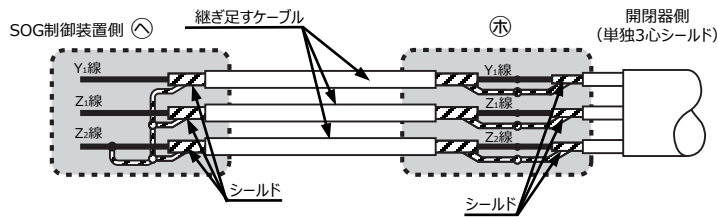

図9 ケーブルの継ぎ足し
②圧縮端子が接続できるスタッド方式で、孔数および寸法は図9のとおりです。六角ボルト・ナット・バネ座金・座金および端子カバーを付属しています。
③なお、圧縮端子6個はお客様でご用意ください。
④端子カバーは水抜き孔が下方となるように装着してください。
- ⑤ 開閉器側制御ケーブルの端末は、シールド線をZ2端子にはんだ付けしていますので、継ぎ足す場合にはZ2端子からY1、Z1、Z2の各々のシールド線を外し、端子記号を合わせて接続してください。また開閉器側のY1、Z1、Z2のシールド線と継ぎ足すケーブル側のシールドを各々接続してください。（図9）
- ⑥ 継ぎ足した側のケーブル端末は、SOG制御装置側でY1、Z1、Z2のシールド線とZ2端子を接続してください。（図9）